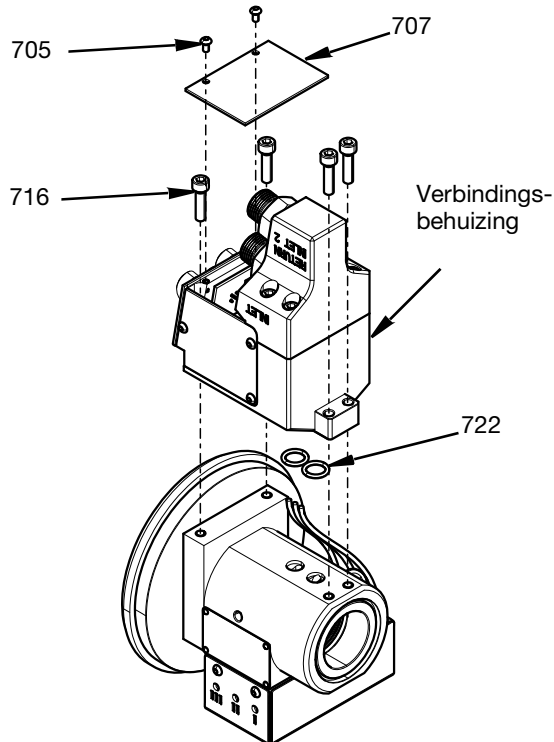

FIG. 24
4. De verbindingsbehuizing is met vier M5-schroeven (716) aan de wartelbehuizing bevestigd. Draai aan
tot 6,5 N•m (57,5 in-lb). De afdekplaat (707) wordt dan met twee M3-schroeven (705) bevestigd. Draai aan tot 1,35 N•m (12 in-lb). Gebruikte O-ringen (722) moeten worden vervangen door nieuwe O-ringen voordat ze opnieuw worden gemonteerd. Zie FIG. 24.